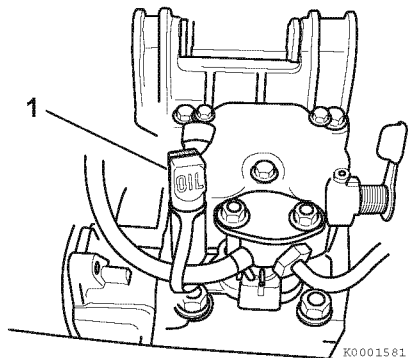

Abbildung 9
1. Ölablassschraube (1, **Abbildung 9**) abnehmen.
3. Ölablassschraube (1, **Abbildung 9**) wieder einsetzen.